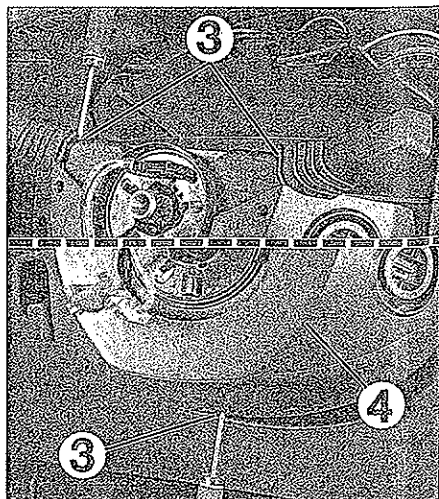

FIG. 6
- el guarnecido superior (2).
- los tres tornillos (3) del guarnecido inferior (4) de la columna de dirección (fig. 6).